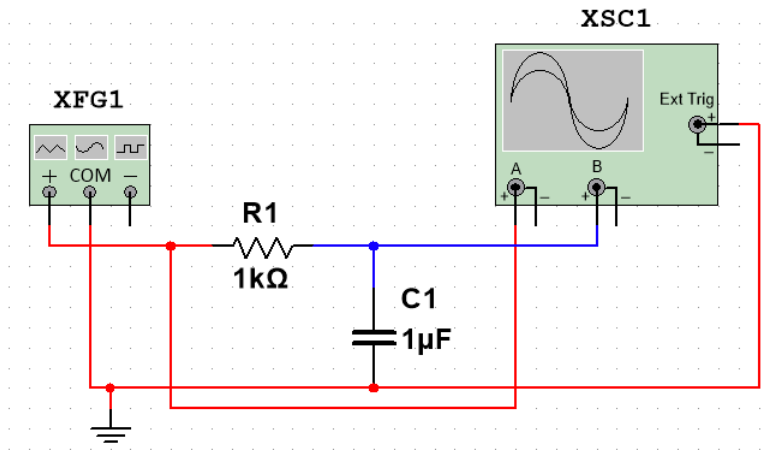
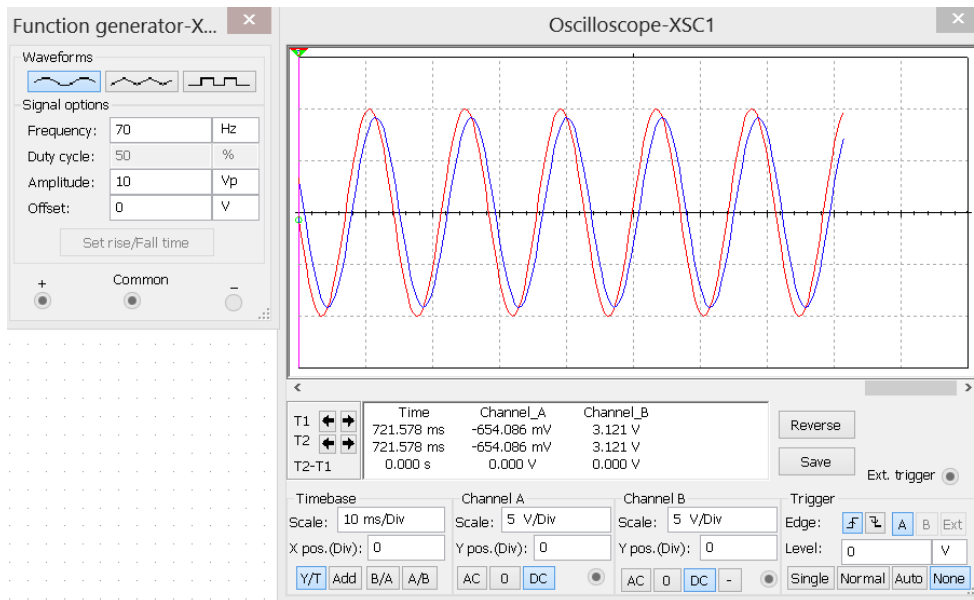
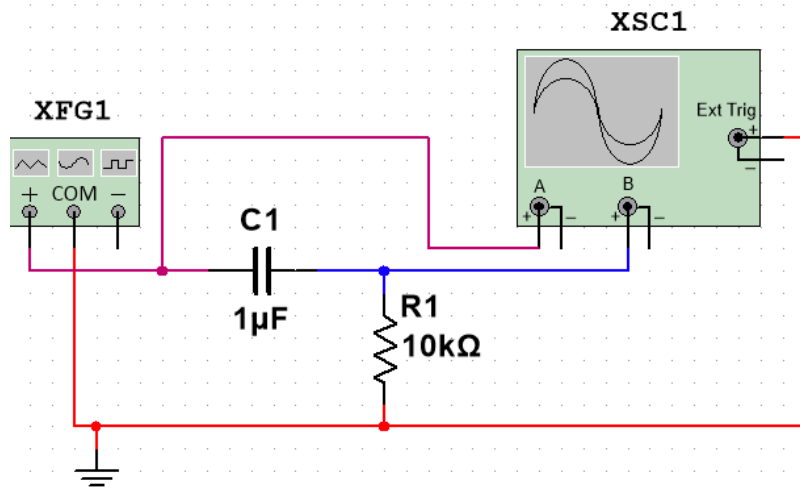

Рисунок 1.5
Рисунок 1.6
Рисунок 1.7
Зібрати схему (рис. 1.5) з наступними параметрами: $U_{\text{вх}} = 10 \text{ В}$, $C1 = 1 \text{ мкФ}$, $R1 = N \text{ кОм}$, де N – номер варіанта. Дослідити форму сигналу на конденсаторі за допомогою осцилографа (рис. 1.6), змінюючи вхідну частоту $f_{\text{вх}}$ від 1 Гц до 100 Гц.
Зібрати схему (рис. 1.7) з наступними параметрами: $U_{\text{вх}} = 10 \text{ В}$, $C1 = 1 \text{ мкФ}$, $R1 = N \text{ кОм}$, де N – номер варіанта. Дослідити форму сигналу на резисторі за
4. Як і чому змінюється амплітуда напруги на конденсаторі CI при зміні опору резистора RI і $f_{вх} = \text{const}$ (рис. 1.5)?
5. Як і чому змінюється амплітуда напруги на конденсаторі CI при зміні його ємності і $f_{вх} = \text{const}$ (рис. 1.5)?
6. Як і чому змінюється амплітуда напруги на конденсаторі CI при зміні частоти вхідного сигналу (рис. 1.5)?
7. Як вимірюється час затримки між сигналами на вході і виході CR -ланцюга (рис. 1.7)?
8. Як і чому змінюється амплітуда напруги на резисторі RI при зміні частоти вхідного сигналу (рис. 1.7)?
9. В чому відмінність осцилограм сигналів на вході і виході ланцюгів на рис. 1.5 та рис. 1.7?